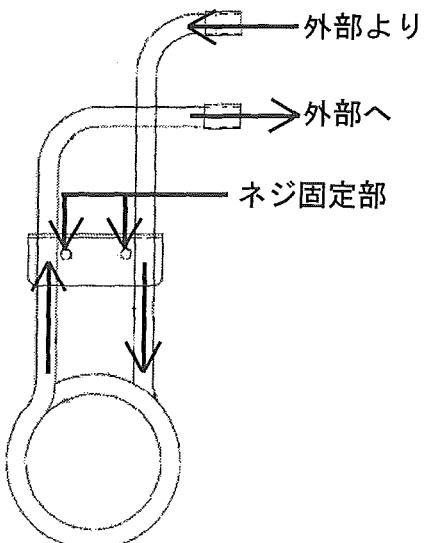

図3. 液体の流れ
2. 本商品の接続部2ヶ所のうち、上側の接続部から外部の冷却水が流れ込み、下側の接続部から流れ出るようにチューブ（別売）を接続ください。取付け後の液体の流れは図3をご参照ください。